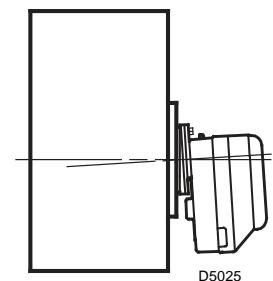

Fig. 5
- Lorsque le montage est terminé, vérifier que le brûleur soit légèrement incliné comme en figure 5.